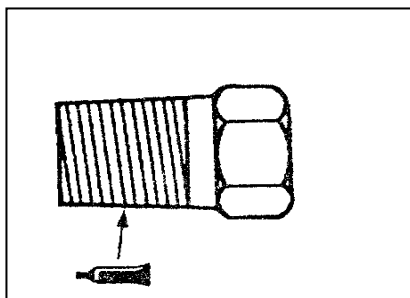

图 8-11
(1) 在气缸体放水阀的螺纹上涂上规定的密封剂, 按规定力矩拧紧见图 8-11;